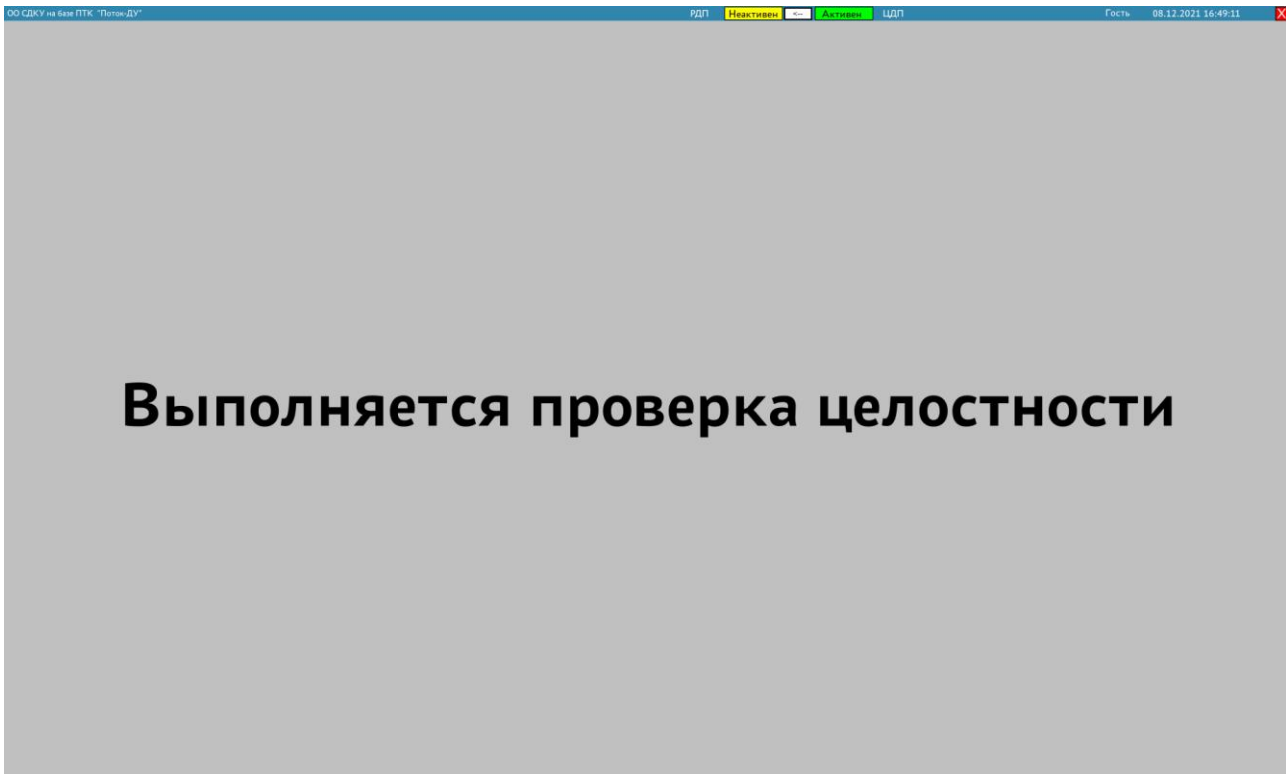

Рисунок 3 – Сообщение о проверке целостности в процессе загрузки ПО
- дождаться появления на экране АРМ оператора основного экрана Системы (см. Рисунок 3).
В процессе загрузки программного обеспечения АРМ оператора выполняется проверка целостности средствами Альфа-платформы, о чем выводится соответствующее сообщение (см. Рисунок 3).